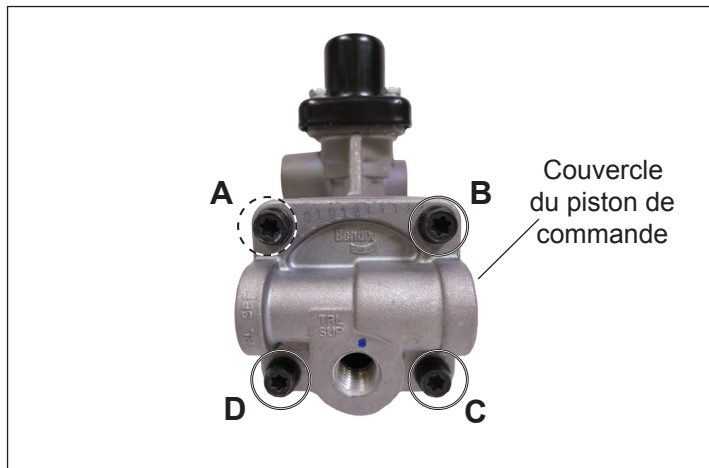

Figure 3 – Vis du couvercle du piston de commande
2. Cette étape implique de tourner le raccord de l'orifice d'alimentation de remorque. Tourner seulement le raccord (desserrage) dans le sens antihoraire, sans dépasser 90°. (*Consulter la Figure 3.*)
3. Pivoter le couvercle à sa position initiale, puis remettre les trois vis. Serrer les quatre vis en croisé à un couple de 100 po-lb (11 N.m). (A, C, D, puis B.) (Consulter la Figure 3.)